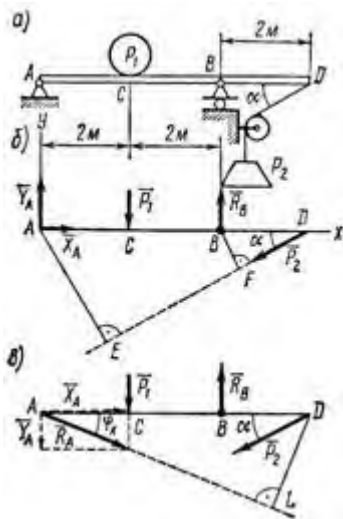

Рисунок 13
4. На консольную балку, имеющую в точке А шарнирно-неподвижную, а в точке В шарнирно-подвижную опору, действуют две сосредоточенные нагрузки:  $P_1 = 18$  кН и  $P_2 = 50$  кН, как показано на рис. 13, а; угол  $\alpha = 40^\circ$ .